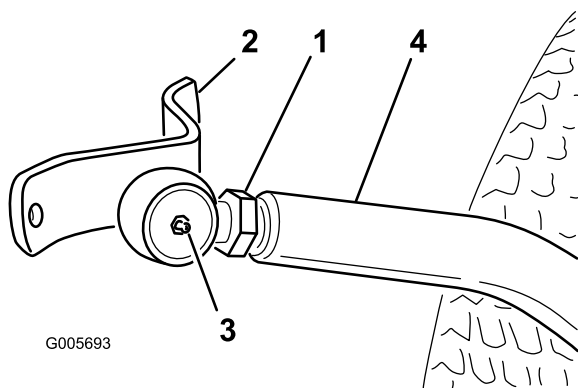

Figure 19
2. Vissez la rotule dans le bras de poussée droit jusqu'à ce que le centre de la rotule se trouve à 60 mm de l'avant du bras de poussée (Figure 19). Ne serrez pas l'écrou de blocage.